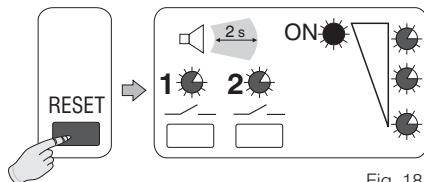

Fig. 18
- Premere brevemente il **tasto "RESET"**: al rilascio tutti i **LED** si accenderanno in concomitanza ad un segnale acustico. Il **LED ON** rimarrà **acceso fisso** (fig. 18).